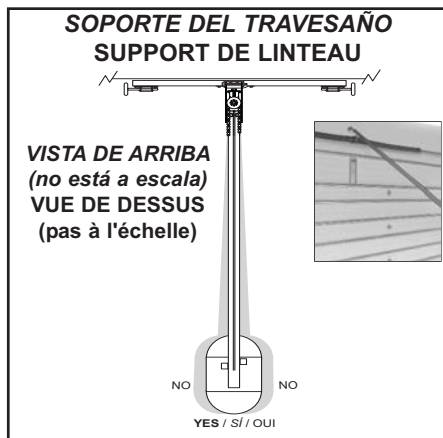

FIG. 2-4 Coloque el conjunto y alinee. Placer le montage et aligner.
- Coloque el riel montado en la pared próximo al soporte del travesaño (Fig. 2-4). Coloque el material en el piso debajo de la caja de control para proteger contra rasguños. (Una caja, taburete o dispositivo similar se puede necesitar para quitar un resorte de torsión.)
NOTA: Antes del acople final al cielo raso, asegúrese de que el conjunto esté bien alineado (Fig. 2-4).
- Placer le rail assemblé sur le mur près du support de linteau (Fig. 2-4). Placer le matériau sur le sol sous la tête motorisée pour ne pas rayer. (Une boîte, un marche pied ou quelque chose de ce type peut être nécessaire pour dégager un ressort de torsion.)
REMARQUE: Avant d'effectuer la fixation finale au plafond, veiller à ce que le montage soit correctement aligné (Fig. 2-4).